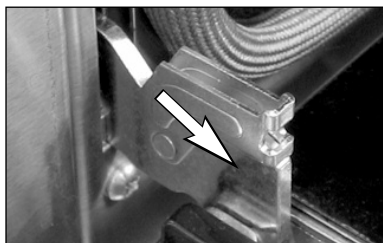

Fig. 19
2. Déverrouillez les charnières de la porte en tournant le verrou vers l'avant (Fig. 19).